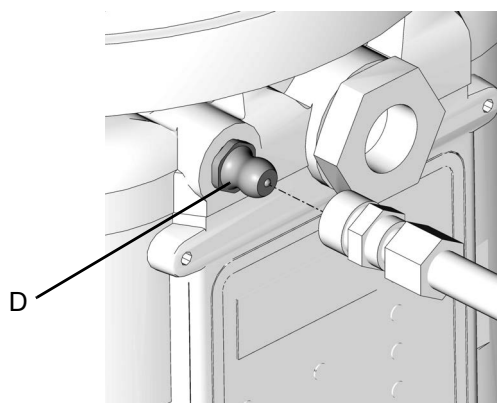

図 12
<ul style="list-style-type: none"> <li>• リザーバーの充填前には必ずインレット取り付け金具 (D) (図 12) を清潔な乾いた布で拭いて下さい。埃および/または異物によりポンプおよび/または潤滑システムが破損する可能性があります。</li> <li>• 空気圧あるいは電気移行ポンプを使用して油受けを充填する場合には、油受けに圧力がかかって破損させないように注意して下さい。</li> </ul>